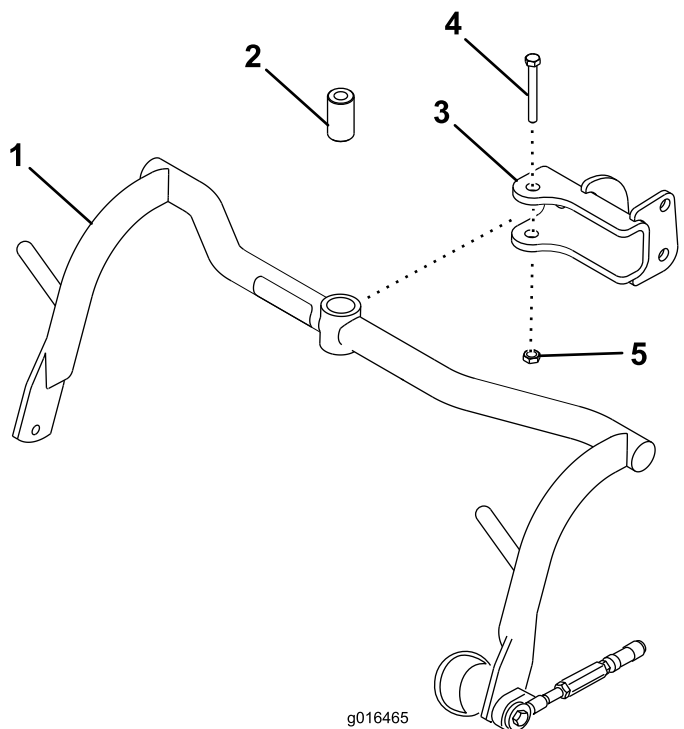

Figura 5
1. Monte un conjunto de bastidor de tiro en cada horquilla con un suplemento, un perno ($\frac{1}{2}$ " x $3\frac{1}{4}$ "") y una contratuerca ($\frac{1}{2}$ ""); consulte la Figura 5. Apriete a entre 91 y 113 N·m.